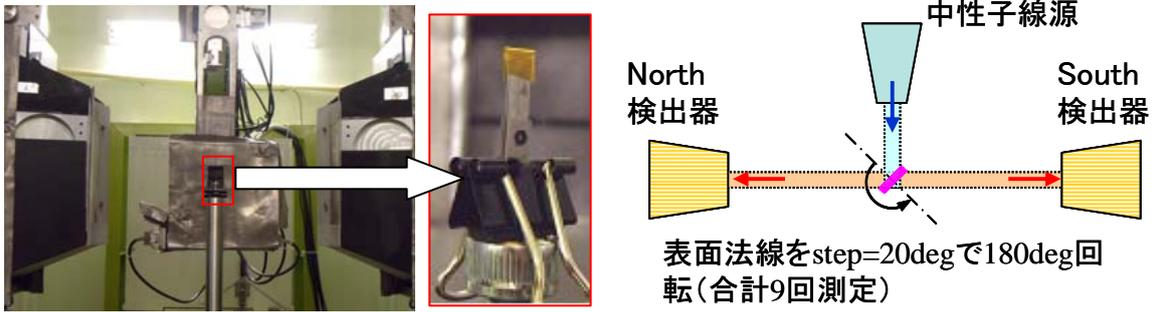
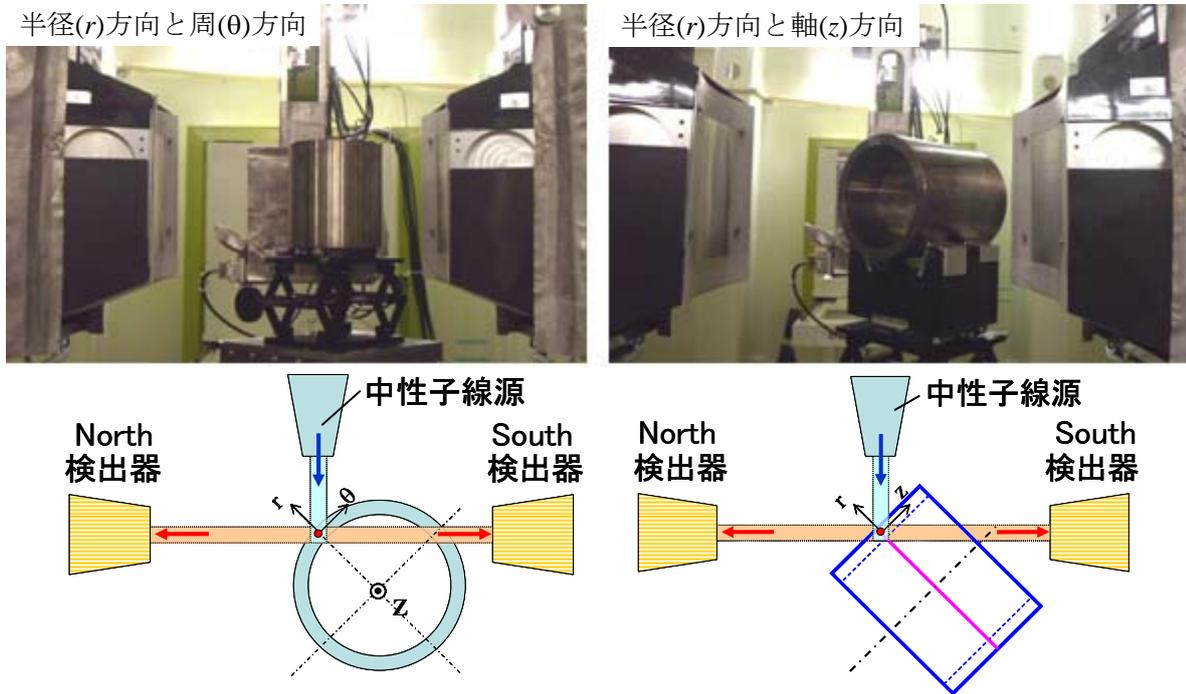
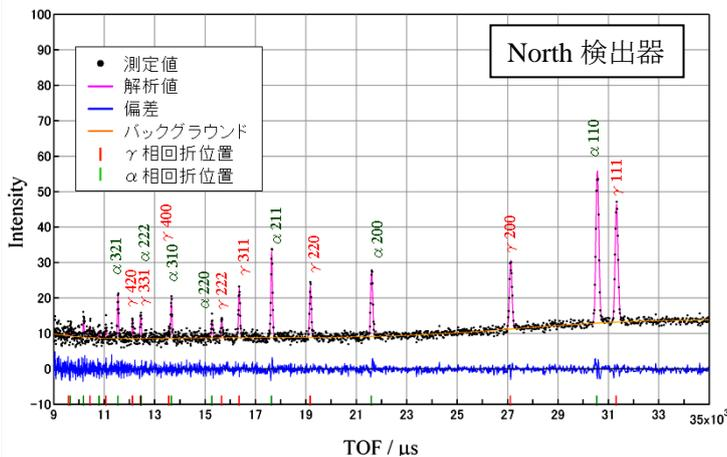

図 3 無ひずみ試験片のセッティングおよび測定光学系
図 4 リング試験体のセッティングおよび測定光学系
図 5 無ひずみ試験片 (SRHT 無し) の Rietveld 解析
| <p>2. 実験方法及び結果 (実験がうまくいかなかった場合、その理由を記述してください。)</p> <p>Experimental method and results. If you failed to conduct experiment as planned, please describe reasons.</p> <p>■ 実験方法</p> <p>① 無ひずみ状態の格子定数 a_0 を測定するために、電解研磨で薄板試験片(厚さがγ相結晶の1個分)を8個作製した。その中の4個において、応力緩和熱処理(以下SRHT)を実施して、SRHT無しのと2組(4個で1組)に分ける。図3に示すように、4個を重ね合わせて、表面法線を step=20deg で 180deg 回転しながら測定を行った(合計9回測定)。9回の回折プロファイルを足し合わせたものにおいて、解析コード「Z-Rietveld」を用いて Rietveld 解析を行い、SRHT 前後のα相とγ相の a_0 を測定した。</p> <p>② 脆化域を考慮して SRHT(600°C/1h)実施したリング試験体において、外表面から肉厚方向 1mm~15mm の範囲で、γ相およびα相の半径方向、周方向および軸方向の3方向(以下直交3方向と称する)の中性子回折強度プロファイルを TOF(Time of Flight)法で測定し、「Z-Rietveld」を用いたリートベルト法により格子定数分布を解析した。図4に中性子照射試験の測定の様子および光学系の模式図を示す。</p> <p>■ 実験結果</p> <p>① 図5に無ひずみ試験片の Rietveld 解析例を示す。</p> |